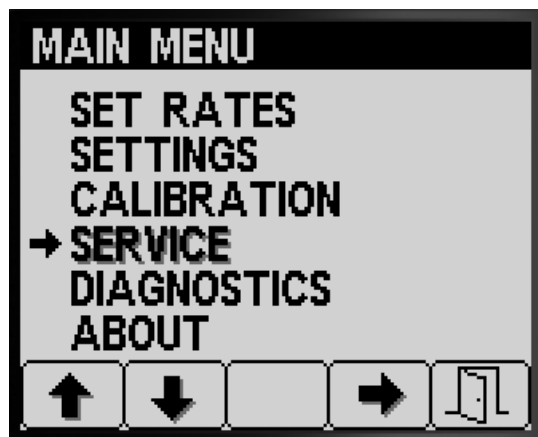

Figure 79
- Pour ouvrir l'écran Entretien, appuyez sur le bouton 2 de l'écran Menu principal et naviguez jusqu'à l'option ENTRETIEN (Figure 79) ; voir Accès à l'écran Menu principal \(page 4\).
- Appuyez sur le bouton 4 pour sélectionner le sous-menu ENTRETIEN (Figure 79).